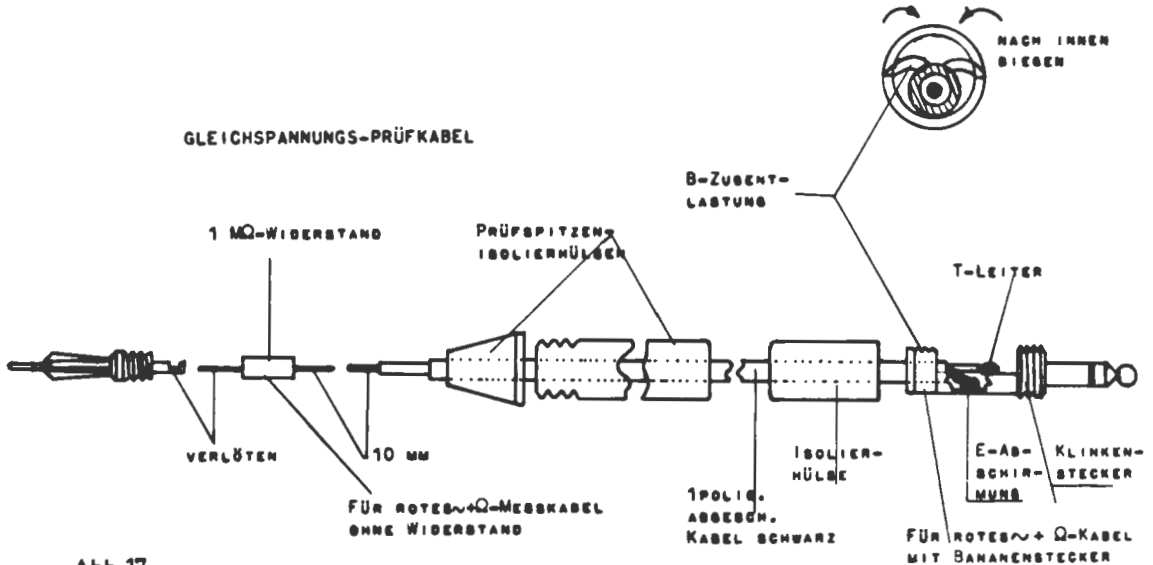

Abb.17
tigte Abschirmung auf 10 mm. Von der Isolation des Innenleiters entfernen Sie etwa 5 mm der Isolation und verdrehen die Drähte des Innenleiters miteinander. Schrauben Sie das Gehäuse des Klinkensteckers auseinander und verbinden Sie den Innenleiter mit dem Anschluß T, die Abschirmung mit Kontakt E des Klinkensteckers wie in Abb. 17. Dann drücken Sie die beiden Bügel B, sie dienen als Zugentlastung des Kabels, vorsichtig nach innen auf das Prüfkabel, wie in Abb. 17. Anschließend wird das Gehäuse des Klinkensteckers montiert.
- () Von der anderen Seite des Abschirmkabels entfernen Sie auf etwa 12 mm Länge die Außenisolation **und** das Abschirmgeflecht. Vom freiliegenden Innenleiter entfernen Sie gleichfalls etwa 5 mm der Isolation. Dann schrauben Sie die lange schwarze Prüfspitze auseinander und schieben die beiden Isolierhüllen über das Kabel (Abb. 17).
- () Kürzen Sie beide Enden des 1-M Ω -Widerstandes (braun-schwarz-grün) auf etwa 15 mm Länge. Dann verlöten Sie ein Ende des Widerstandes mit der Spitze der Prüfspitze. Das freie Drahtende des Widerstandes biegen Sie zu einer flachen Schlaufe und verlöten dann den Innenleiter des Kabels. Vorsicht! Achten Sie **vor** dem Verlöten darauf, daß Sie die beiden Isolierteile der Prüfspitze über das Kabel gezogen haben (Abb. 17). Nun halten Sie die Prüfspitze mit dem eingelöteten 1-M Ω -Widerstand fest und ziehen die beiden Isolier-